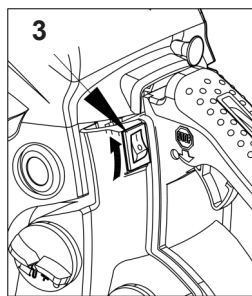

Рис. 6.2
4. Установите выключатель двигателя (рис. 6.2 поз. 3) в положение «I».